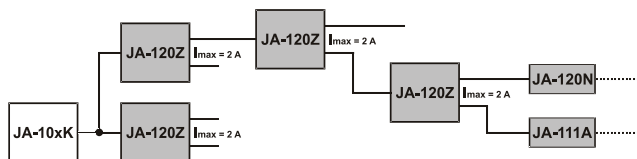

Figure 1: 1 - Amplification du courant de sortie du BUS pour un maximum de 2A pour chaque unité JA-120Z
- fournir suffisamment de courant pour les appareils connectés lorsque le courant de sortie de la centrale est insuffisant, voir la figure 1;
### Fourniture d'un courant suffisant (figure 1)